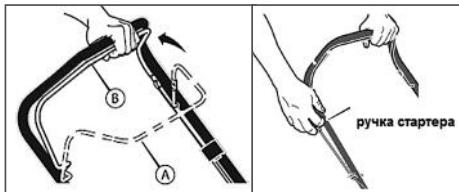

Рис. 10 Запуск двигателя ручным стартером
3. Правой рукой, медленно вытягивая шнур стартера за ручку (Рис. 10), прорвните коленчатый вал двигателя, пока не почувствуете сопротивление, затем медленно опустите ручку стартера вниз. Снова медленно потяните за ручку стартера, пока не почувствуете, что стартер вошел в зацепление с маховиком, после чего, резко и с усилием потяните за ручку стартера и запустите двигатель. При необходи-